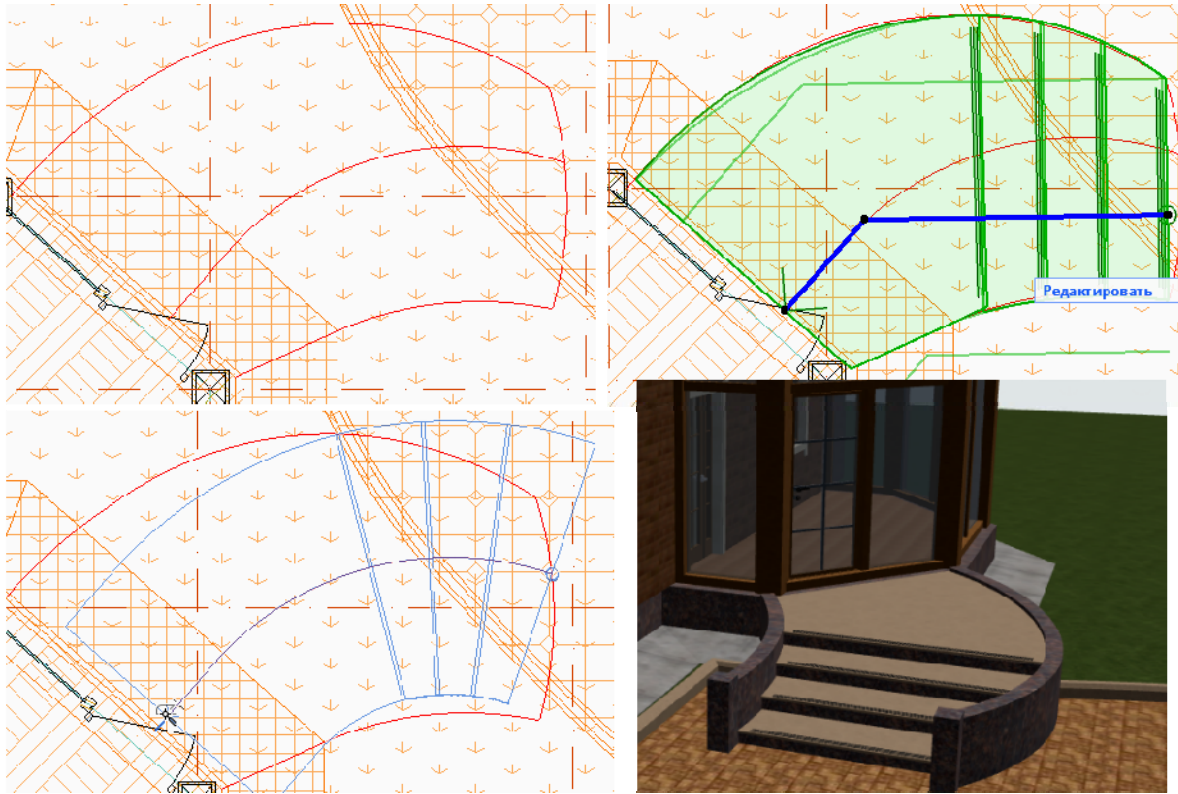

Рис. 7.21
*Пример 1. Лестница веранды.* На плане начертите штриховкой или линиями желаемую форму лестницы и предполагаемую линию хода (рис. 7.21, слева). «Волшебной палочкой» выполните щелчок по линии хода, в режиме редактирования «подгоните» под контур штриховки форму лестницы. Результат показан на рис. 7.21, справа.